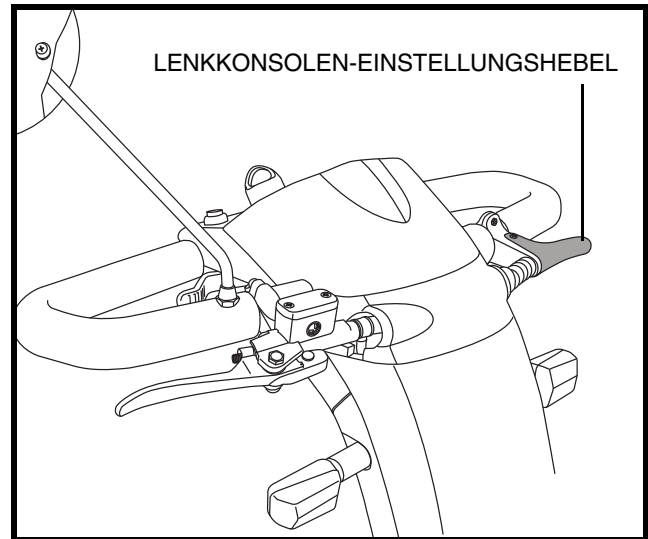

Abb. 14. Einstellung des Lenkers
1. Drücken Sie den Lenkereinstellungshebel. **Siehe Abb. 14.**